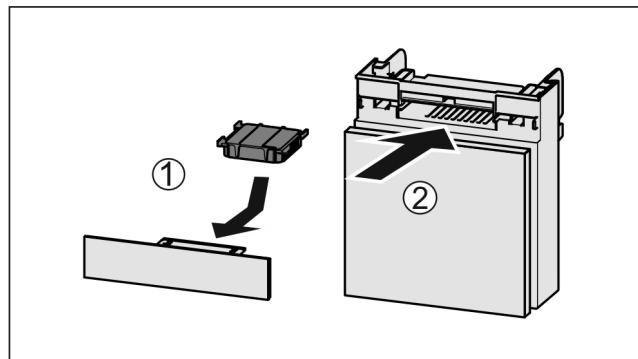

Fig. 123
- Поставете Fig. 123 (1) филтъра с активен въглен, както е показано на фигурата.
- Вкарайте Fig. 123 (2) отделението.